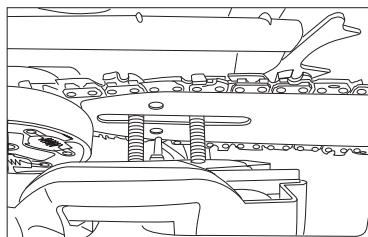

Рис. 9
9. Установите кожух цепи и щиток тормоза цепи так, чтобы болты вошли в предусмотренные отверстия, а штифт натяжения цепи вошел в нижнее отверстие на шине (рис. 9).